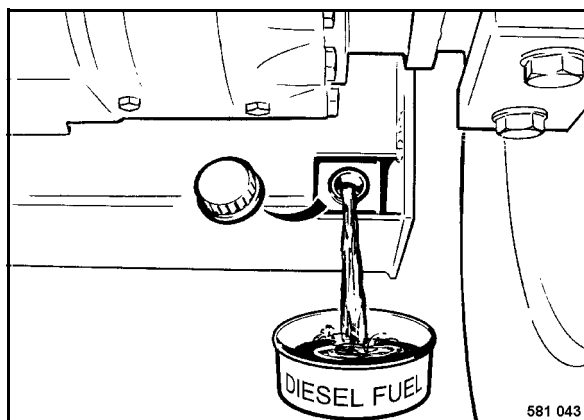

Fig. 127
- Desenroscar la tapa de cierre (Fig. 127) y descargar unos 5 litros de combustible.